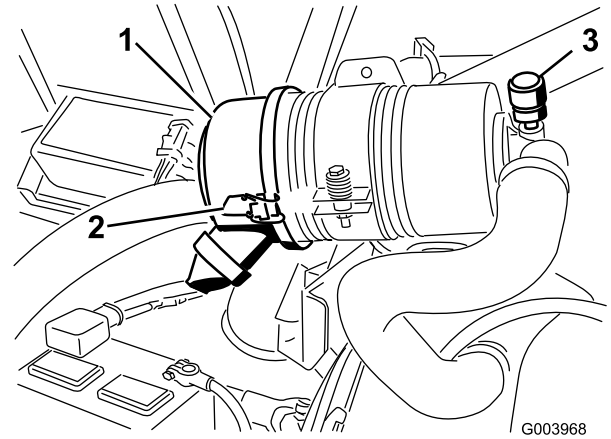

Figure 60
Faites l'entretien du filtre à air uniquement quand l'indicateur de colmatage (Figure 60) indique que cela est nécessaire. Changer le filtre à air prématurément ne fait qu'accroître le risque de contamination du moteur par des impuretés quand le filtre est déposé.
1. Desserrez les fixations qui maintiennent le couvercle sur le corps du filtre à air (Figure 60).